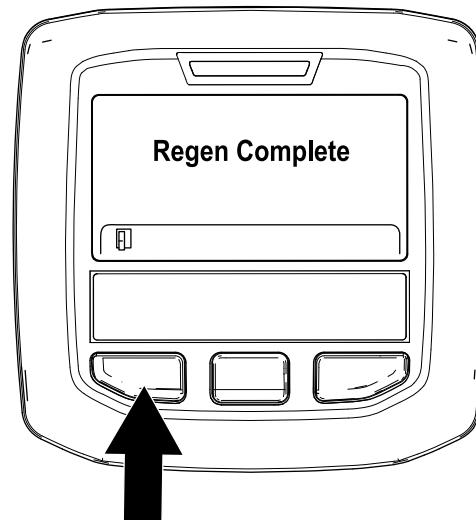

Figure 56
- La régénération en stationnement est terminée quand le message « Regen Complete » (régén. terminée) s'affiche dans l'InfoCenter. Appuyez sur le bouton gauche pour quitter l'écran d'accueil (Figure 56).